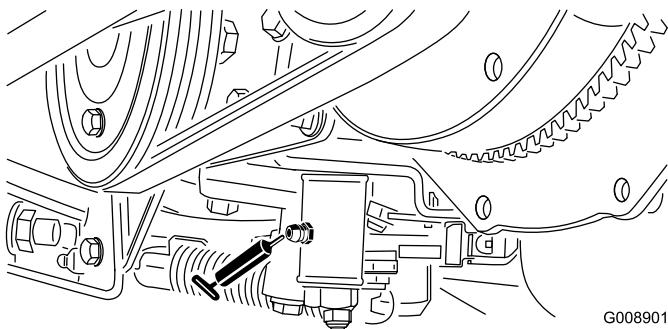

Bild 54
- Leerlaufeinstellung (Bild 54)